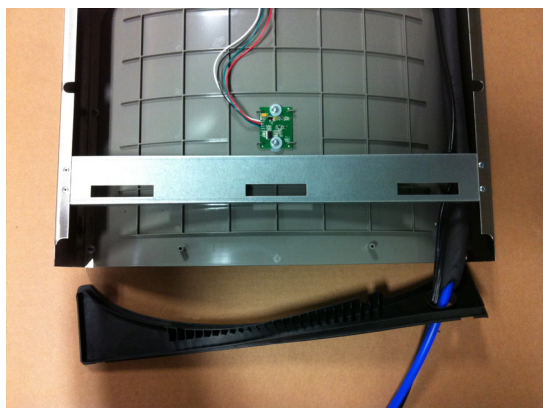

Fig. 6
- 5) Pase el cable de electricidad y el conducto del agua de 3/8" a través del orificio de la junta de la tarja (Vea la Fig. 6).